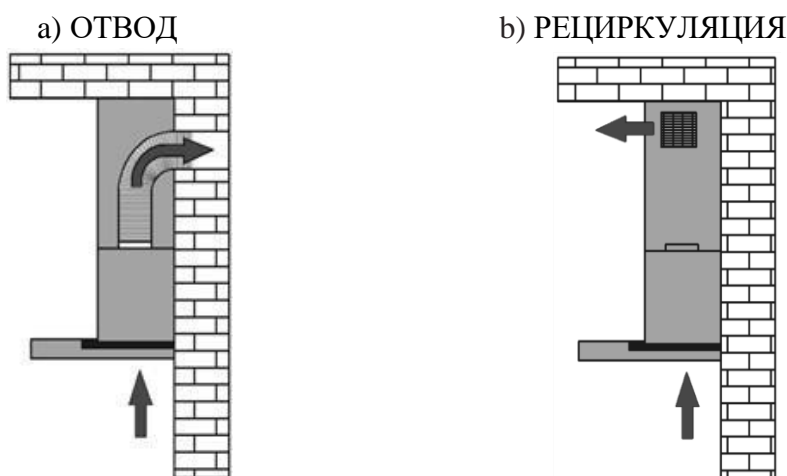

Рис. 6
1) Отвода (рис. 6а) – воздух удаляется из помещения через соединение вытяжки с вентиляционным каналом жестким пластиковым воздуховодом или гофрированным шлангом диаметром 150 мм. И, таким образом, все кухонные испарения, запахи, гарь и копоть, проходя через многоразовые алюминиевые жироулавливающие фильтры, выводятся за пределы помещения. При данном режиме работы нет необходимости устанавливать угольные фильтры. Режим отвода является наиболее эффективным, поскольку вытяжка удаляет все кухонные испарения за пределы кухни в вентиляционную шахту.
2) Рециркуляции (рис. 6б) – внутренняя циркуляция воздуха через угольные фильтры (рис. 5). Вытяжка в данном случае не подключается к вентиляционной шахте и, таким образом, воздух просто прогоняется через вытяжку внутри кухни.